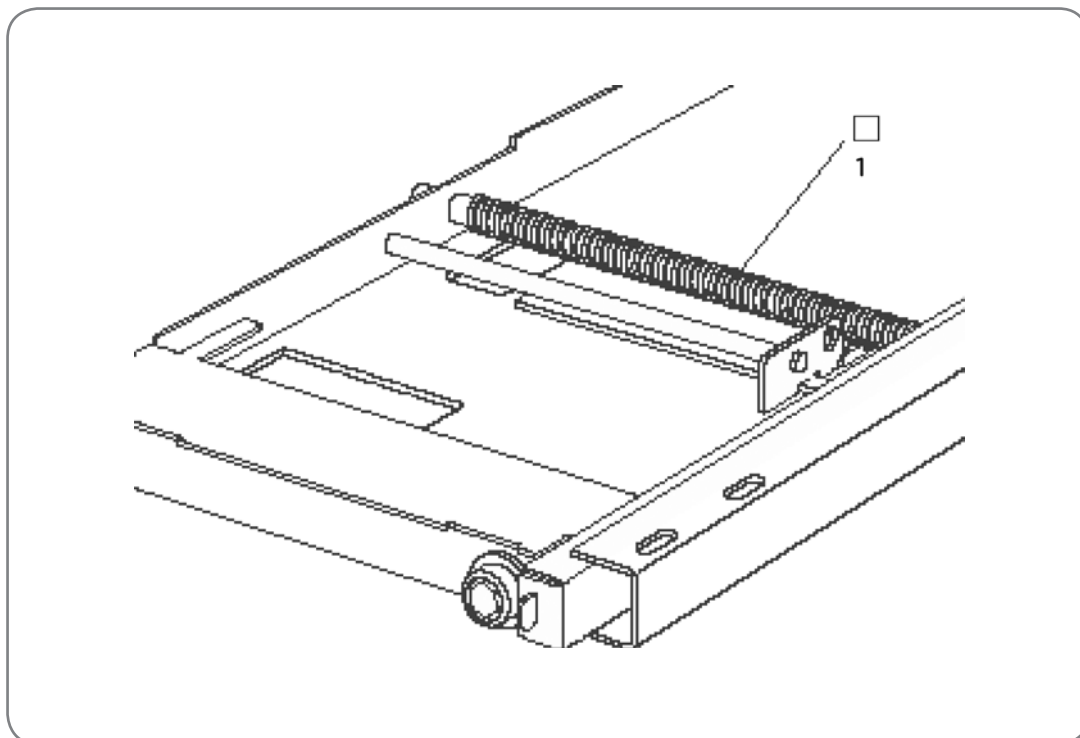

Рис. 8.2. Механизм выкатной тележки
- Шпindelь механизма выкатной тележки (рис. 8.2, поз. 1):